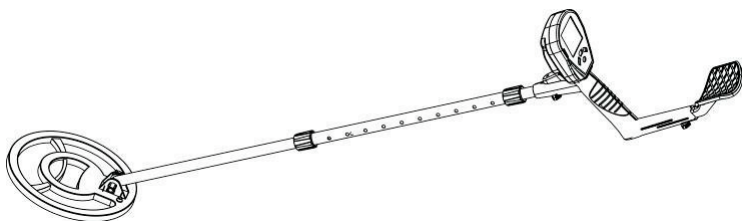

Рис. 6
- Отрегулируйте положение подлокотника. Ослабьте винт под подлокотником таким образом, чтобы он свободно перемещался вниз/вверх, после чего отрегулируйте его положение и затяните винты (рис. 6).